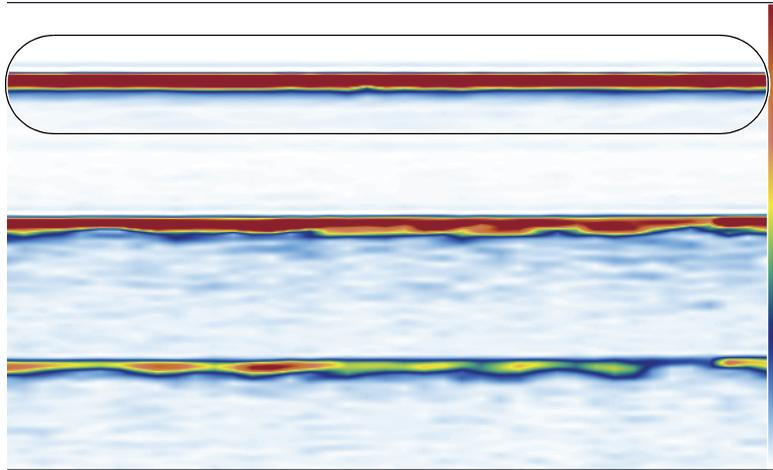

Figure 4-4 Exemple d'affichage d'un S-scan
7. Assurez-vous que le signal S-scan soit libre de toutes bulles d'air (Figure 4-4 à la page 67).